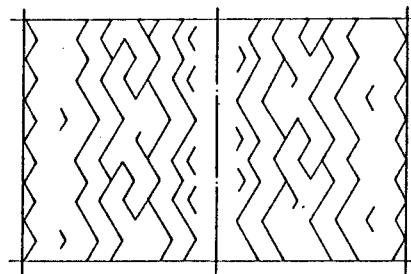

图2 6.50—16轮胎改进设计后的胎面花纹
(4)花纹由横向改纵向。由于6.50—16轻型载重轮胎的使用路面较好,车速也比较高,所以改进的设计采用纵向花纹。另外,为提高其排水防滑性能及降低噪声,还设计有细小的刀槽花纹,如图2所示。